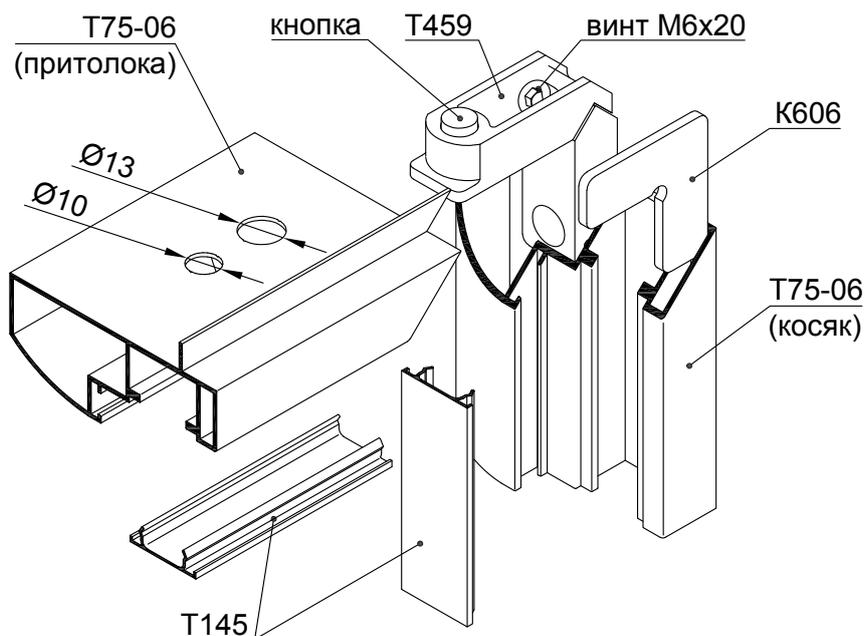

Рис. 8.1
3. Установить в косяк уголок К606 и соединитель Т459 головкой винта М6х20 наружу (см. рис. 8.1). Кнопку на угловом соединителе необходимо совместить с отв. Ø10 мм в косяке;